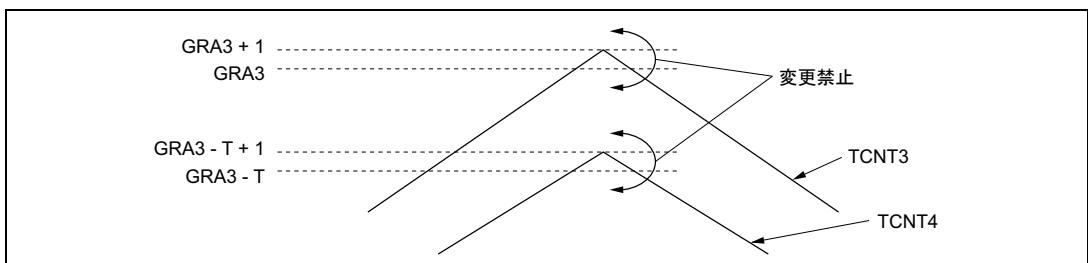

図 10.40 バッファ動作による GR の設定変更時の注意 (1)
GR の内容が $GRA3 - T + 1 \sim GRA3$ の範囲内であるとき、この範囲外の値は転送しないでください。また、GR の内容がこの範囲外であるとき、この範囲内の値は転送しないでください。バッファ動作による GR の設定変更時の注意 (1) を図 10.40 に示します。